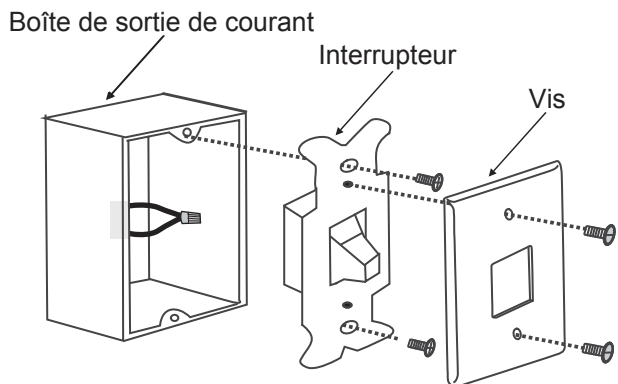

Fig. 25
**Étape 1.** Retirez la plaque murale existante et l'ancien interrupteur de la boîte de sortie de courant murale. Connectez les fils conducteurs NOIRS (sous tension) et repoussez-les dans la boîte de sortie de courant. (Fig. 25)